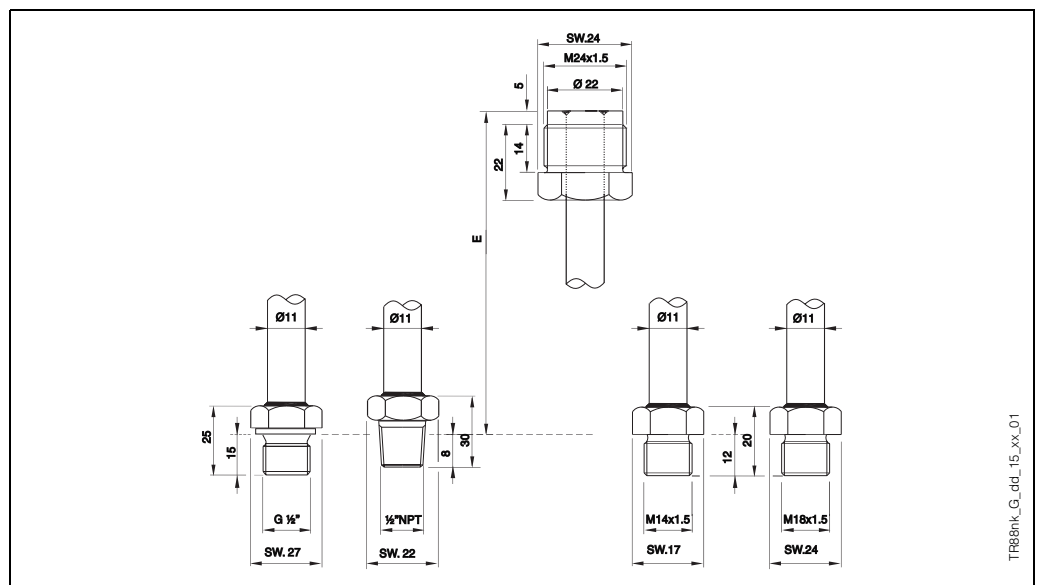

Fig. 6: Collo d'estensione nelle diverse versioni
Esso è costituito da un tubo da 11 mm in SS 316L/1.4404 (fig. 6), la cui lunghezza standard (E) può essere scelta fra i valori: